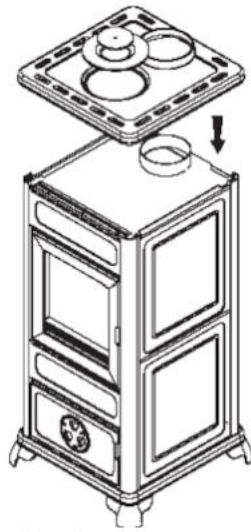

fig. 6
- Bringen Sie das Oberteil wieder an und schrauben Sie erneut die 4 Schrauben an, Abb. 6.